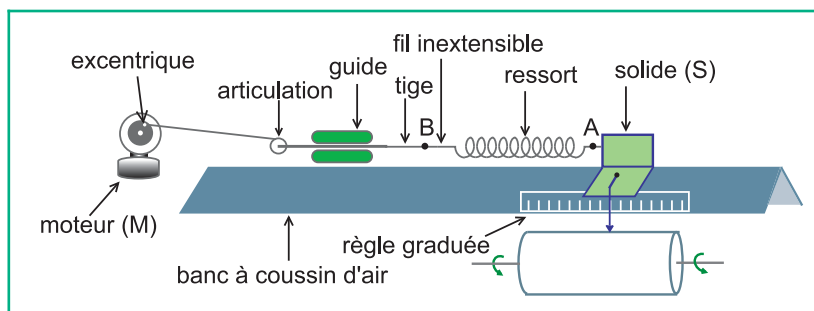
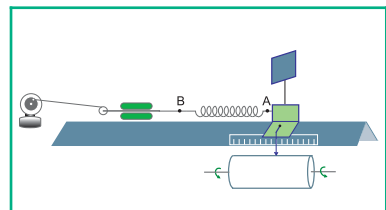

Fig.1 : Dispositif d'étude des oscillations forcées d'un pendule élastique horizontal
Fig.5 : Palet (S) avec voile
On utilise le dispositif expérimental schématisé sur la figure 1. Il est constitué essentiellement d'un pendule élastique horizontal (système solide – ressort), d'un moteur (M) et d'un dispositif d'entraînement du pendule par le moteur. Le solide est un palet (S) de masse  $m = 100 \text{ g}$ , placé sur un banc à coussin d'air. Par un point A de l'un de ses bords latéraux, il est attaché à un ressort de raideur  $k = 6,5 \text{ N.m}^{-1}$ . Par l'intermédiaire d'un dispositif de guidage, le ressort est relié par son autre extrémité à un excentrique solidaire du moteur (M) de fréquence de rotation  $N$  réglable. De cette manière, lorsque le moteur est en marche, l'extrémité B du ressort est assujettie à se déplacer parallèlement au bord supérieur du banc à coussin d'air.
On reprend le dispositif expérimental de la figure 1. On augmente l'amortissement dû à la résistance de l'air en fixant sur le palet (S) une voile sous forme d'une plaque rectangulaire perpendiculaire à l'axe du banc à coussin d'air (Fig.5).